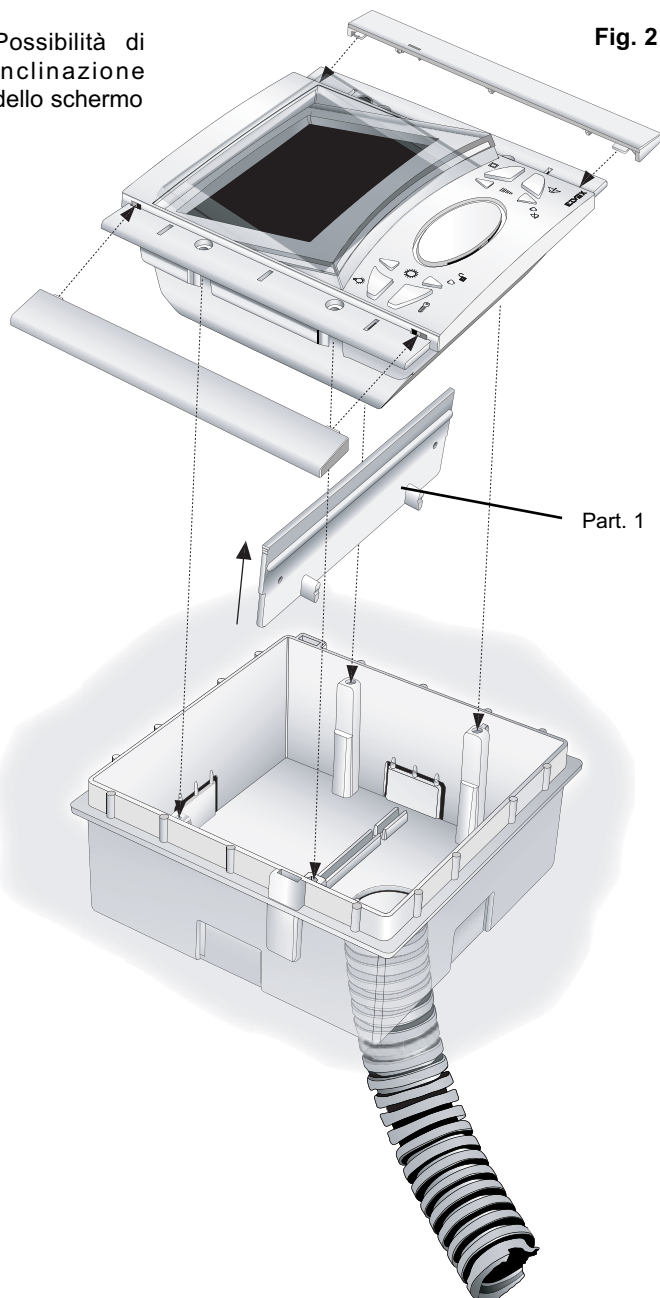

Fig. 2
- Togliere il traversino in plastica dalla scatola (vedi Part. 1 di Fig. 2)
- Fissare il videocitofono alla scatola tramite le 4 viti in dotazione (Fig. 2).
- Inserire le mascherine laterali, facendo attenzione che quella con la fessura per il microfono, va inserita a destra (fig. 2).